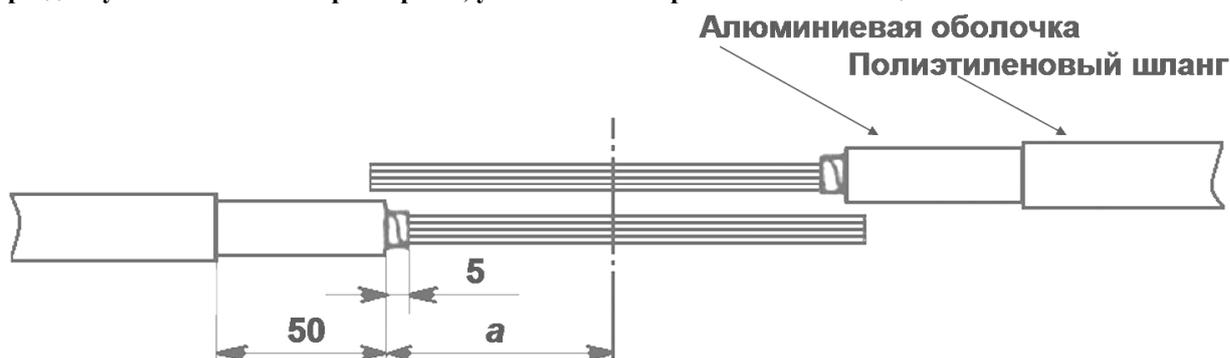

Рис. 4.1. Разделка концов сращиваемых кабелей.
4.1. Концы сращиваемых кабелей укладывают на монтажные козлы (консоли) и производят их разделку в соответствии с размерами, указанными на рис. 4.1. и в таблице 1.